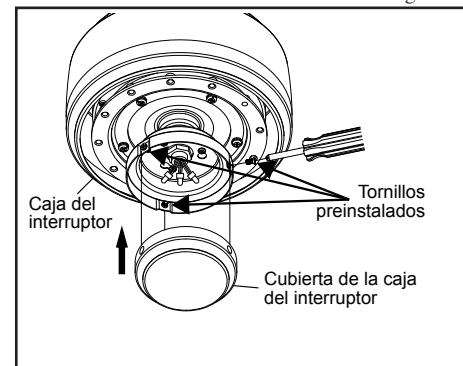

Figura 14
3. Quita los tornillos preinstalados de la cubierta de la caja del interruptor y coloca la cubierta de la caja del interruptor sobre la caja del interruptor. (Figura 14)